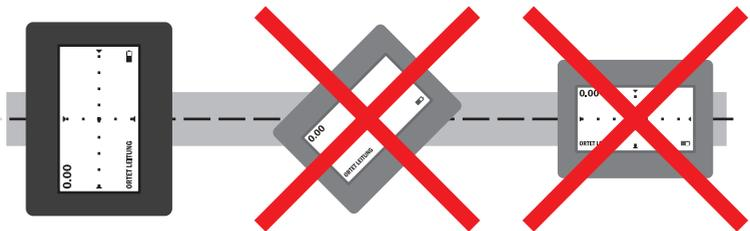

Fig. 38: Méthode de localisation **MAX (CANA)** – Récepteur orienté correctement au-dessus du récepteur (gauche)
5. Le récepteur doit être correctement orienté pour pouvoir déterminer la profondeur (fig. 38). Pivotez le récepteur de sorte que l'écran soit perpendiculaire à la canalisation. Vérifiez l'orientation même si l'instruction **ALIGNE** n'apparaît pas dans la zone de consignes.